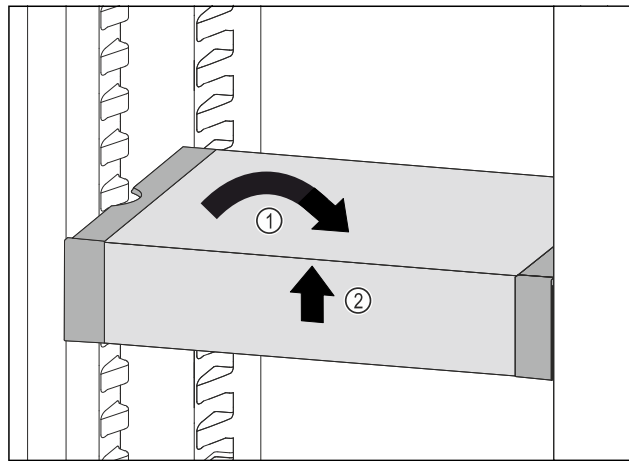

Fig. 113
- ▶ Seadke VarioSafe otseks. Fig. 113 (1)
- ▶ Tõstke VarioSafe eest üles. Fig. 113 (2)